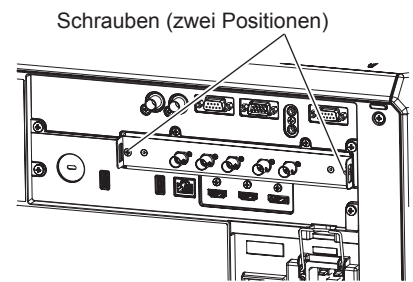

Abb. 3
3) Fixieren Sie die Funktionskarte. (Abb. 3)